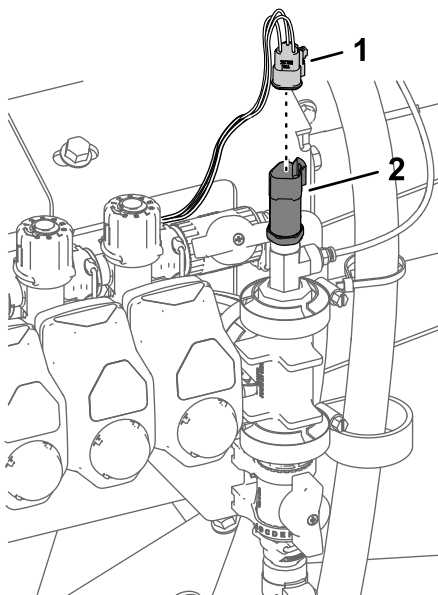

Bild 46
4. Schließen Sie den 3-Buchsen-Stecker für den Druckwandler an (Bild 46).